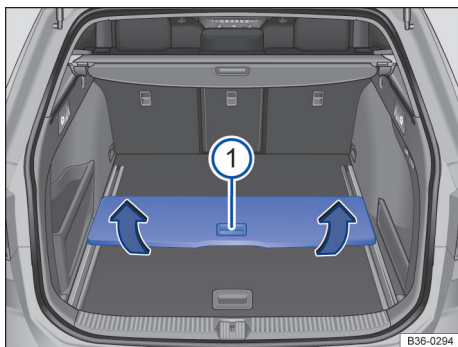

Fig. 183 No compartimento de bagagem: remover o assoalho do compartimento de bagagem deslizante.
- Manter o botão pressionado na alça → Fig. 183 ① e, segurando pela alça, levantar o assoalho do compartimento de bagagem deslizante para fora dos trilhos, no sentido da seta.
- Posicionar o assoalho do compartimento de bagagem deslizante com a alça na direção do canto do compartimento de bagagem sobre os trilhos e, simultaneamente, manter pressionado o botão na alça → Fig. 183 ①, até que o assoalho do compartimento de bagagem deslizante se assente corretamente sobre os trilhos.